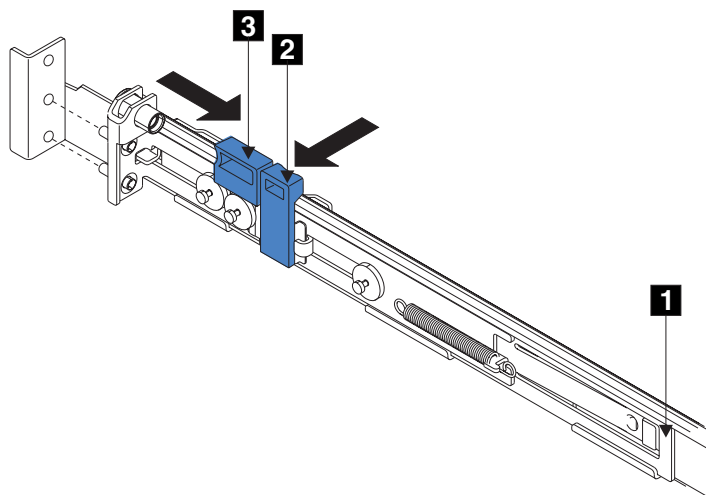

图 127. 打开后面的插销锁托架组合件
7. 将后导轨道支架 **1**（第 177 页的图 127）向轨道的前部推动直到它停下为止。导轨目前处于最短的调整长度。
14. 将后导轨支架 **1**（请参阅第 177 页的图 127）推向机架后部并将定位引脚与机架安装轮缘对齐。
15. 将插销锁 **2**（请参阅第 177 页的图 127）推离导轨以放开托架。插销锁托架滑向机架后部，定位引脚从后轮缘和后导轨支架中的孔穿出。